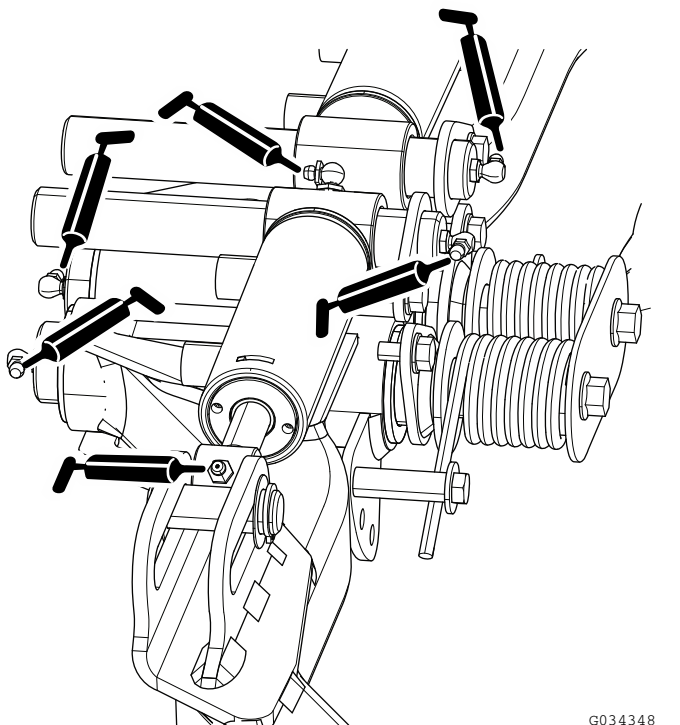

**Рисунок 51**
- Шарниры режущих блоков (по 2 шт.); см. Рисунок 51.